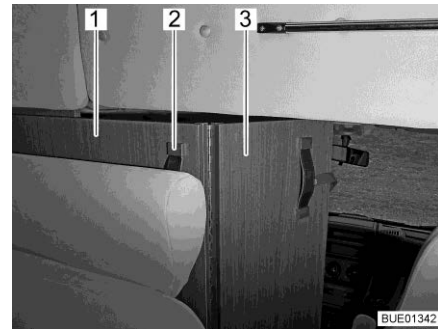

Bild 53 Fahrerhausabtrennung
- Fahrerhausabtrennung (Bild 53,1) am Griffband (Bild 53,2) fassen und so weit nach innen ziehen, bis sich die Kante der Fahrerhausabtrennung etwa auf Höhe der Rückenlehne der Sitzbank befindet (Bild 53).
- Den klappbaren Teil der Fahrerhausabtrennung (Bild 53,3) zwischen den Sitzen des Fahrerhauses ausklappen.